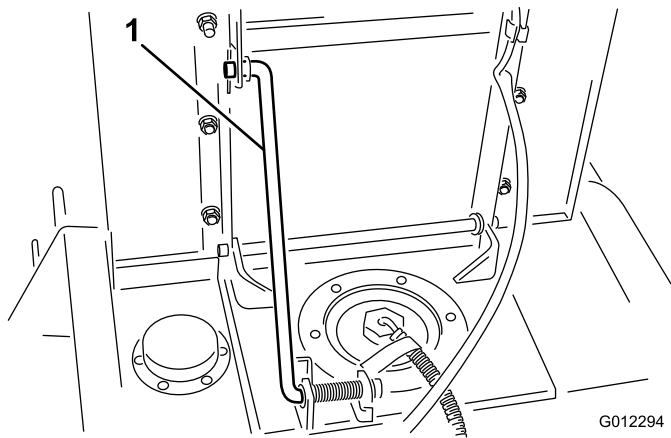

図 20
2. シートとサポートを持ち上げ、支持棒で保持する（図 20）。